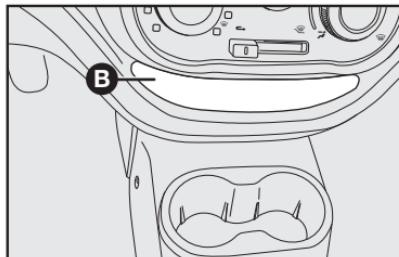

fig. 53
- no painel **B-fig. 53 e 54**, painéis de portas **fig. 55** e no teto do veículo **fig. 56**.